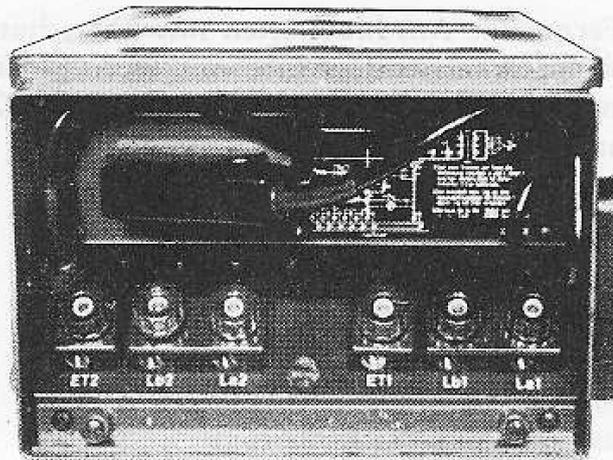

Bild 14
1.4.2.2. Der Amtszusatz-Einschub enthält auf der Anschlußseite (Bild 14)
- 2 Anschlußklemmen (ET) zum Anschluß der Erdleitungen